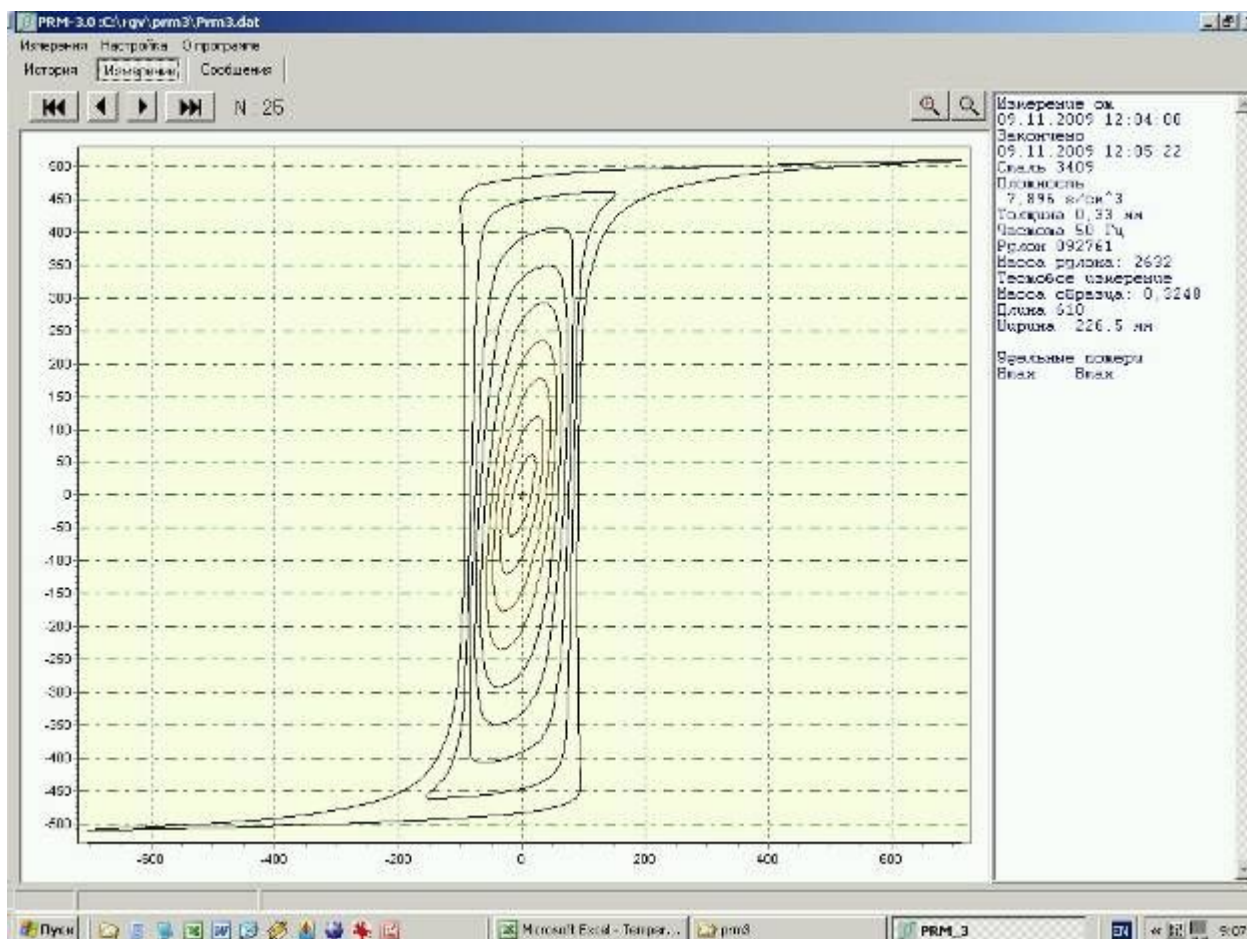

Рис.1 Основное окно
- 2.3.2.1 Работа установки начинается запуском файла "prm3.exe". На экране появится основное окно (рис.1). Если установка не присоединена к компьютеру и не включена, то появляется окно с сообщением: "Error Устройство не найдено".